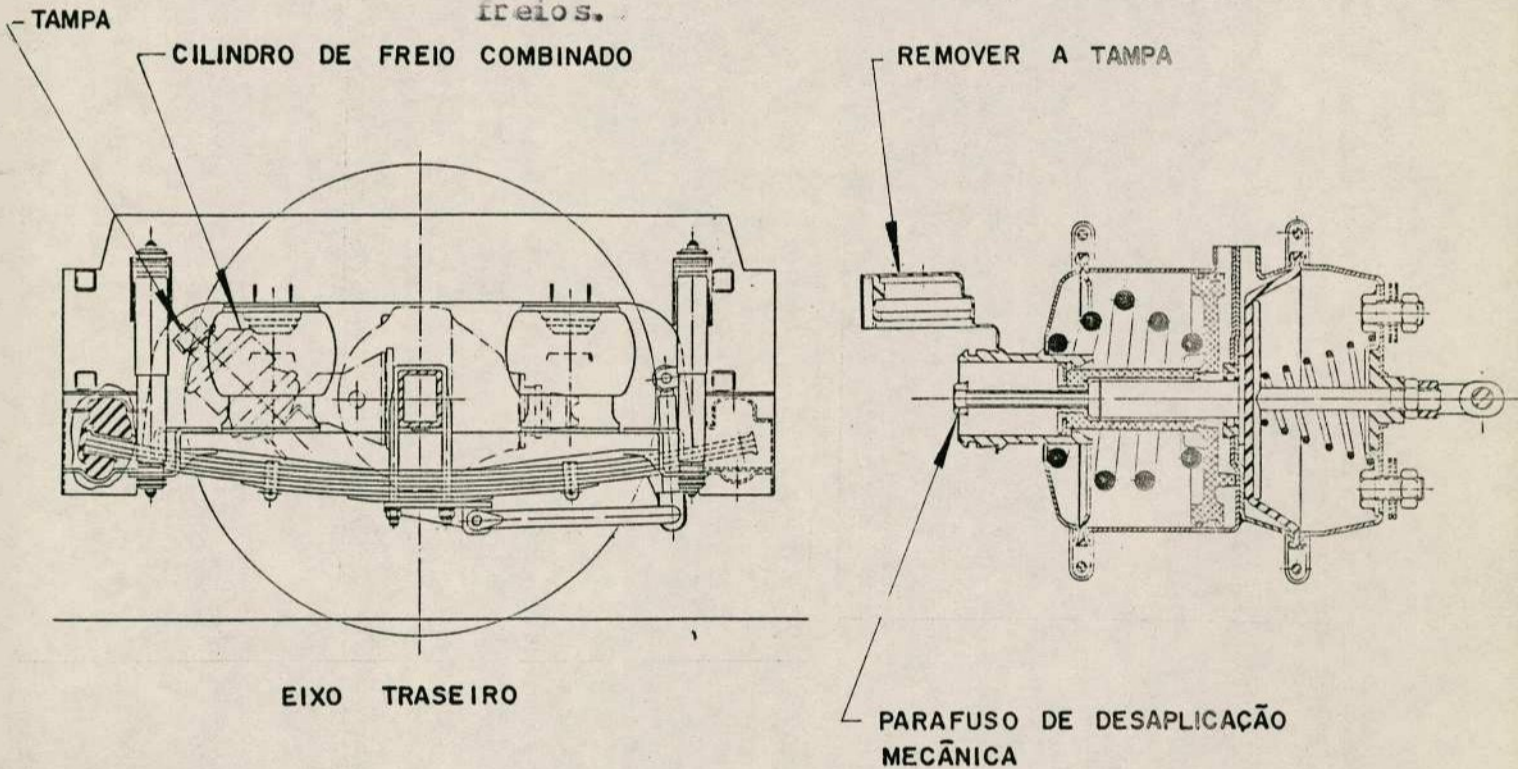

Figura 7
- Atuando nos cilindros de freio traseiros, acionar os parafusos de alívio do freio de estacionamento (Ver figura 7). Nesta condição o veículo fica sem freios.